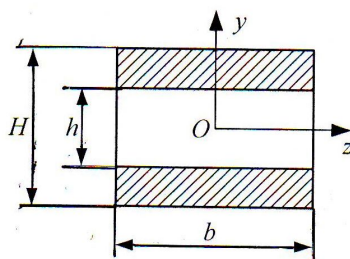

图 1-2
2. 截面图形的几何尺寸如图 1-2 所示, 图中具有剖面线部分的惯性矩  $I_z =$  \_\_\_\_\_。